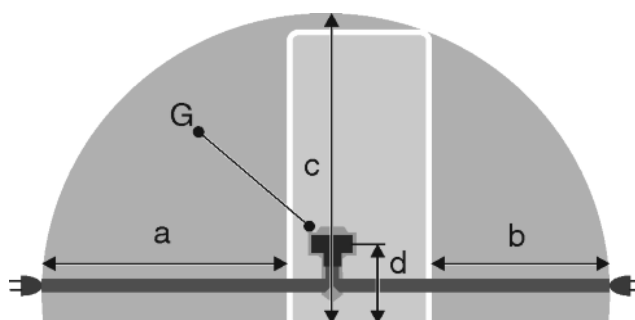

Fig. 24
- La prise de courant est en dehors de la zone postérieure de l'appareil dans la zone concernée. *Fig. 24 (a, b, c)*
- Introduire la fiche de l'appareil *Fig. 24 (G)* au dos de l'appareil. Veiller à ce qu'elle s'introduise correctement.